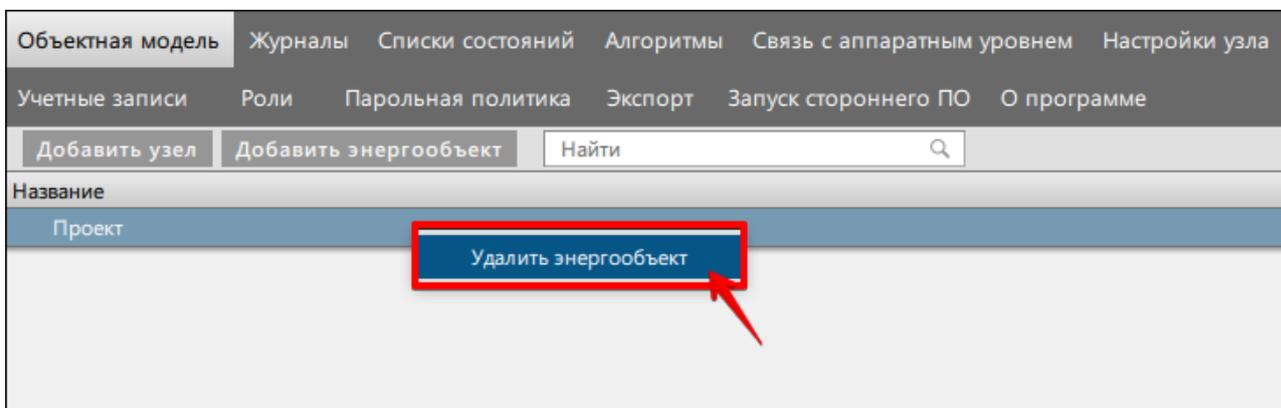

Рисунок 138 - Удалить энергообъект
2. В меню **Объектная модель** нажмите по проекту и выберите **Удалить энергообъект** (Рисунок 138).